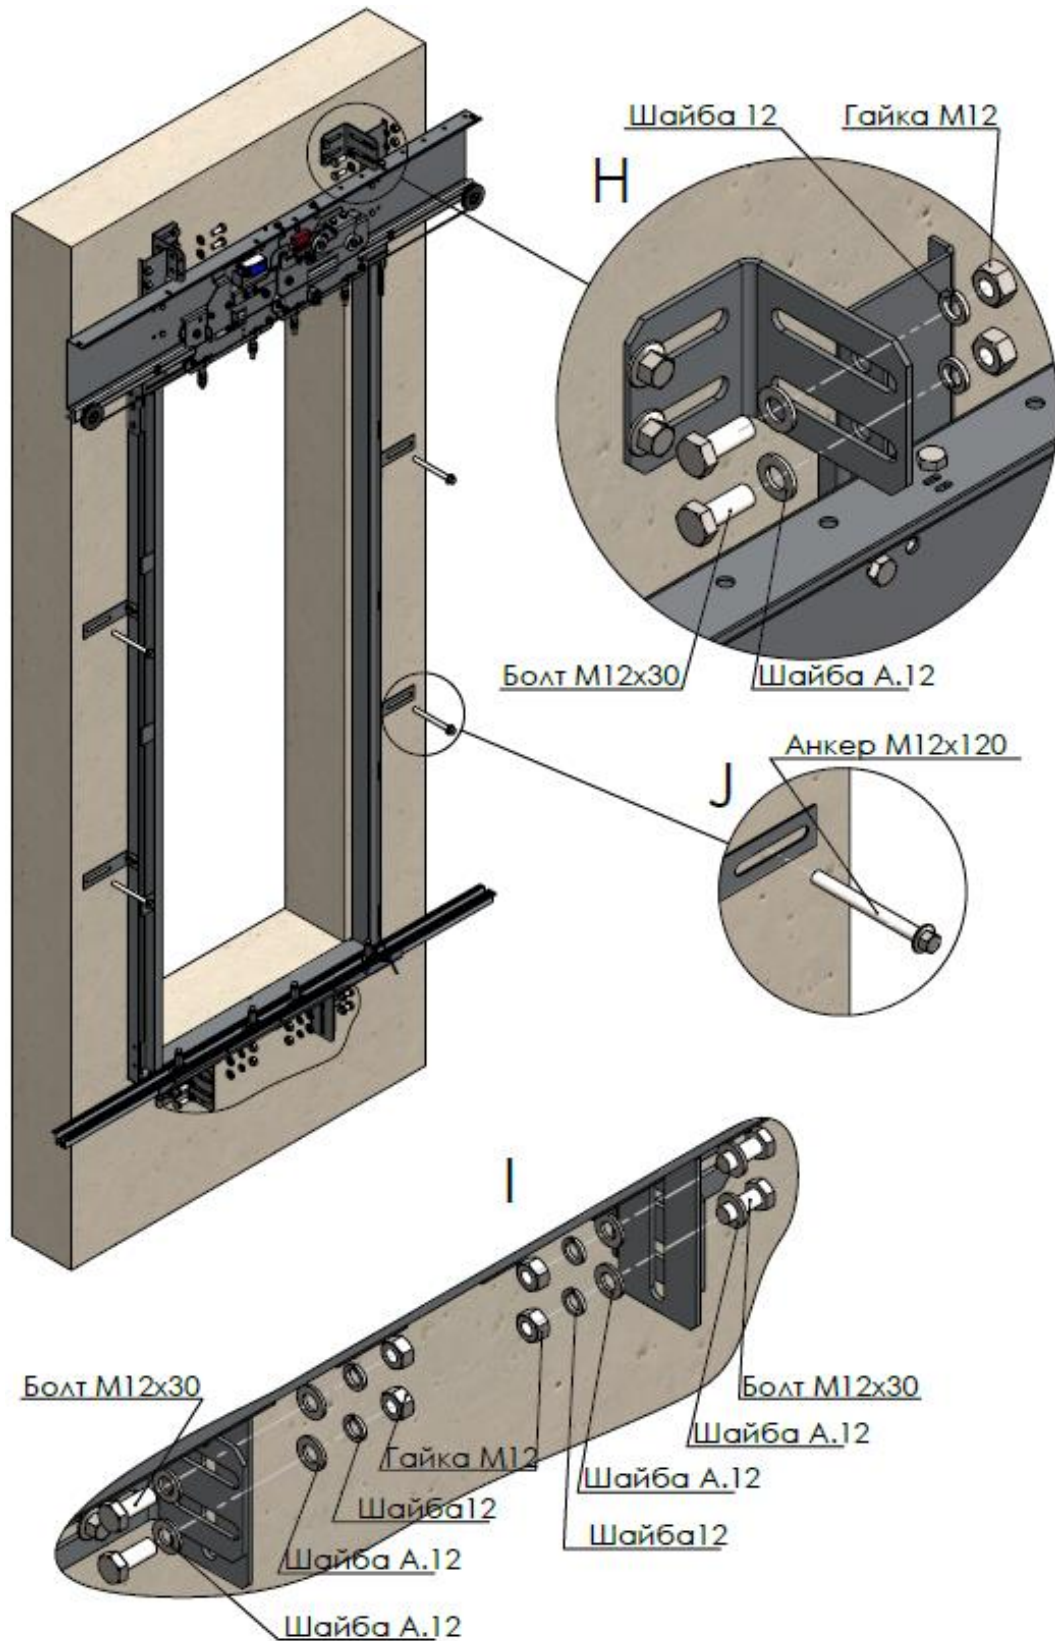

Рис.11.г
6.1.11 Установить фартук (рис.11.в. вид G).
- проверить уровень порога двери шахты относительно отметки чистого пола остановки. При несовпадении отметок поднять или опустить дверь шахты, используя для этой цели регулировочные болты, подвески шахтной двери (рис.11);